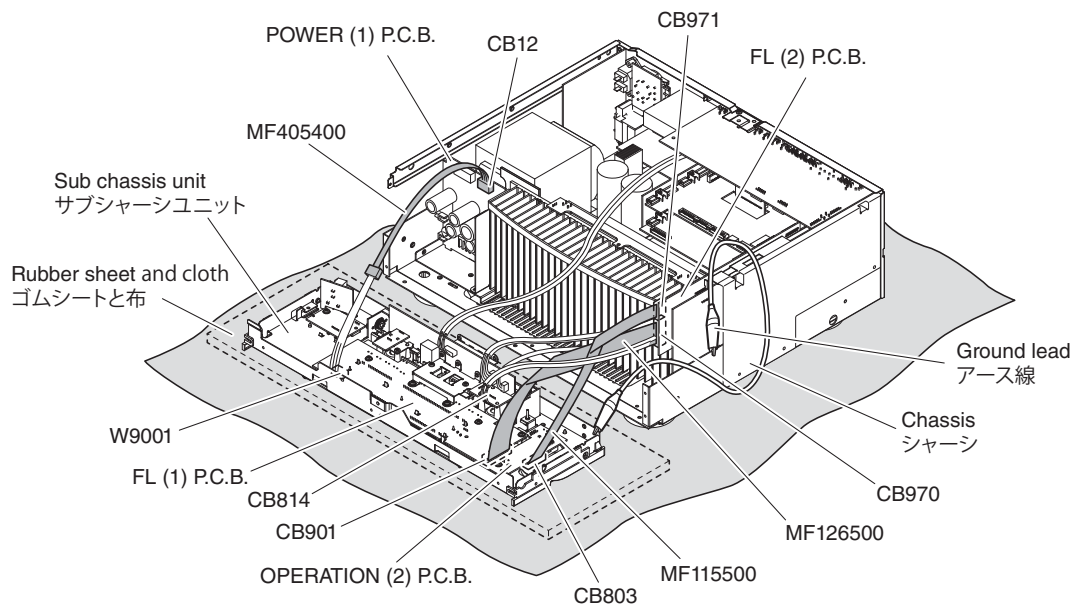

Fig. 3
- Spread the rubber sheet and the cloth. Then place the sub chassis unit on the cloth and check it. (Fig. 3)
- FL (1) P.C.B. CB901—FL (2) P.C.B. CB970: MF126500 (26P, 500mm)
- FL (2) P.C.B. CB971—OPERATION (2) P.C.B. CB803: MF115500 (15P, 500mm)
- FL (1) P.C.B. W9001—POWER (1) P.C.B. CB12: MF405400 (5P, 400mm)
- Connect the ground point of the sub chassis unit to the chassis with a ground lead or the like. (Fig. 3)
- ゴムシートと布を敷き、その上にサブシャーシユニットを置いてチェックします。(Fig. 3)
- FL (1) P.C.B. CB901 — FL (2) P.C.B. CB970 : MF126500 (26P、500mm)
- FL (2) P.C.B. CB971 — OPERATION (2) P.C.B. CB803 : MF115500 (15P、500mm)
- FL (1) P.C.B. W9001 — POWER (1) P.C.B. CB12 : MF405400 (5P、400mm)
- サブシャーシユニットのアースをアース線等でシャーシに接続してください。(Fig. 3)